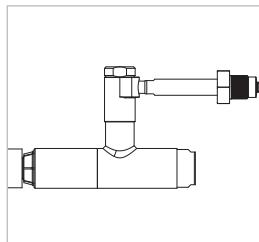

Figure 11
▶ Éliminer de nouveau la pression pilote. Le connecteur s'ajuste automatiquement à la pièce d'essai afin d'établir une connexion étanche. (*Figure 11*).